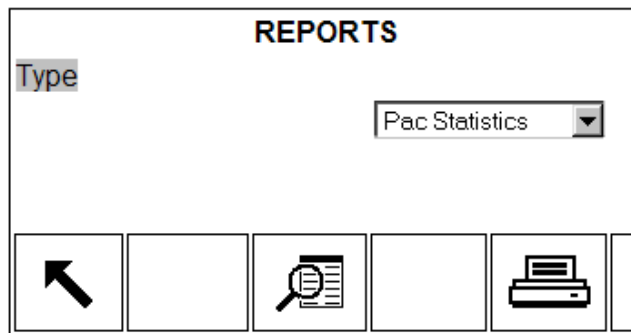

Figura D-1: Pantalla para ver reportes
1. Presione la tecla programable REPORTES . Aparece la pantalla de selección REPORTES (Figura D-1). Solo se muestran las características que se habilitaron en la configuración. La tabla de tara siempre se muestra.